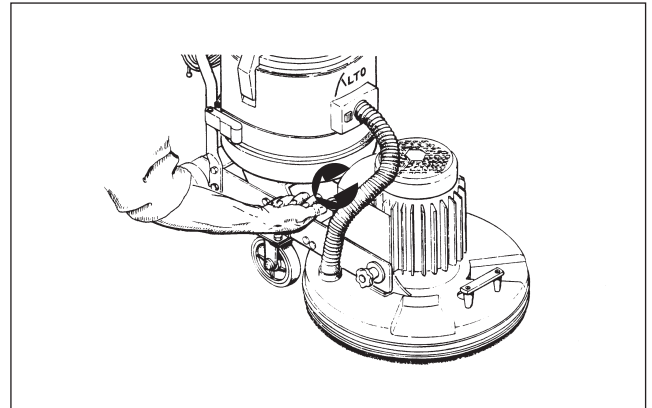

Abbildung 16
3. Lösen Sie den Vakuumkopf, bis der Kunststofffuß den Hauptrahmen nicht mehr berührt (siehe Abbildung 16). Ziehen Sie dann an, bis der Kunststofffuß den Hauptrahmen berührt. Passen Sie den Druck während dem Betrieb der Maschine an (mehr/weniger), bis Sie den gewünschten Schleifgrad erreichen.